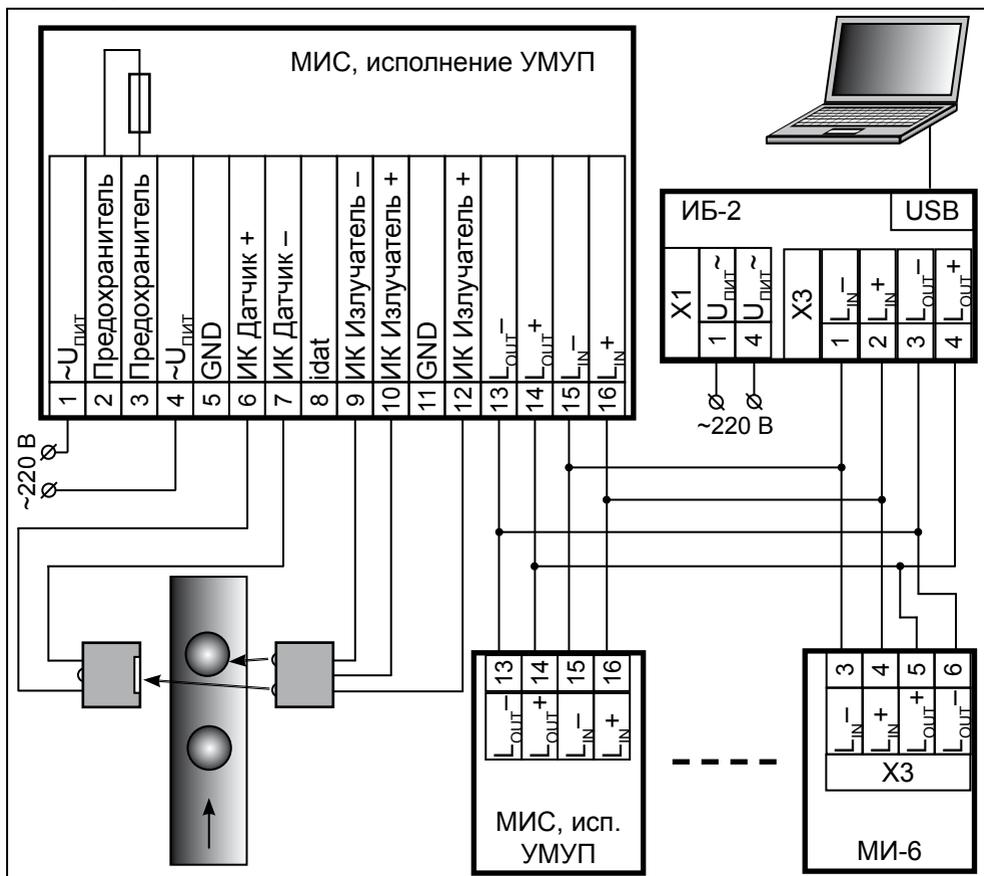

Рисунок 3. Схема подключения счётчиков МИС, исполнение УМУП совместно с модулями индикации МИ-6 и интерфейсным блоком ИБ-2
6.2 Если счётчик используется в составе системы учёта продукции совместно с персональным компьютером, подключить входную  $L_{IN}$  и выходную  $L_{OUT}$  линии последовательного интерфейса кабелем типа UTP5 (неэкранированная витая пара категории 5) на клеммной колодке рисунок 3.
6.3 Подключить кабель питания на клеммной колодке рисунок 3.